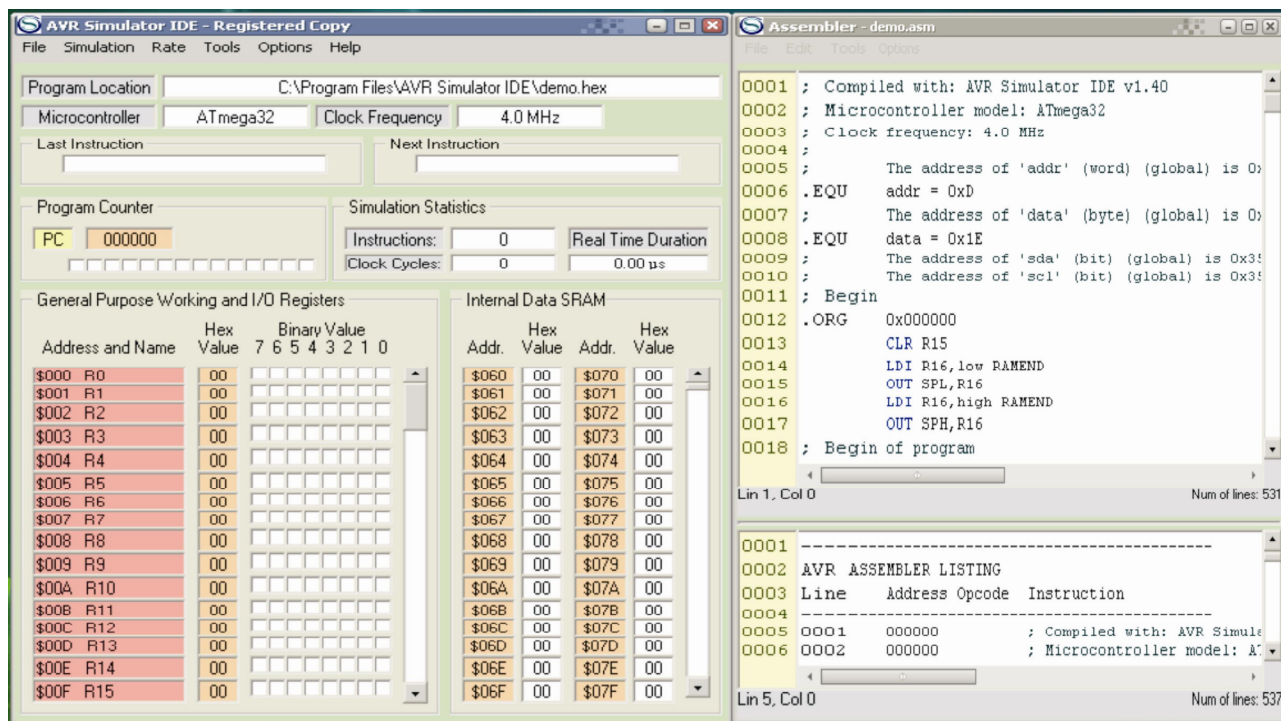

Рис. 4 Вигляд екрану з програмою
8. Натиснути Tools і у вікні, що розкриється – Assemble. В нижній половині вікна Assembler з'явиться лістинг відкомпільованого файлу (рис. 4). Одночасно буде створено об'єктний файл «demo.hex»;
З вікна з програмою (рис. 4) вибрати десять команд і за таблицею команд асемблера для AVR - контролера (табл. 1) записати коментар щодо призначення цих команд (див. Приклад 2, де наведено такий запис для однієї команди).